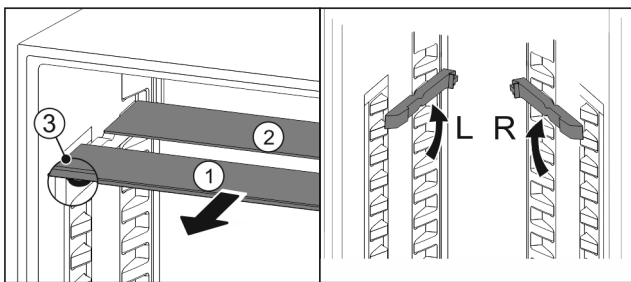

Fig. 26
- ▶ Vytiahnite sklené dosky jednotlivo dopredu Fig. 26 (1).
- ▷ Sklená doska Fig. 26 (1) s ozdobnou lištou leží vpred.
- ▷ Zarážky Fig. 26 (3) ukazujú nadol.